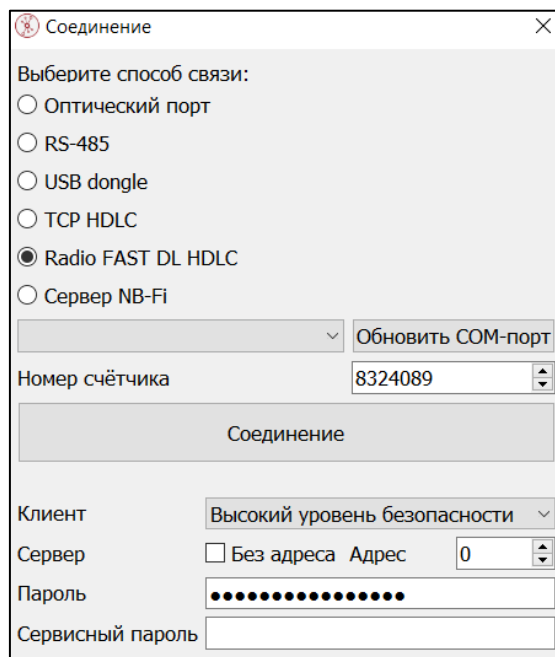

Рис. 4.5
1. Выбрать способ связи «Radio Fast DL HDLC» (см. Рис. 4.5).